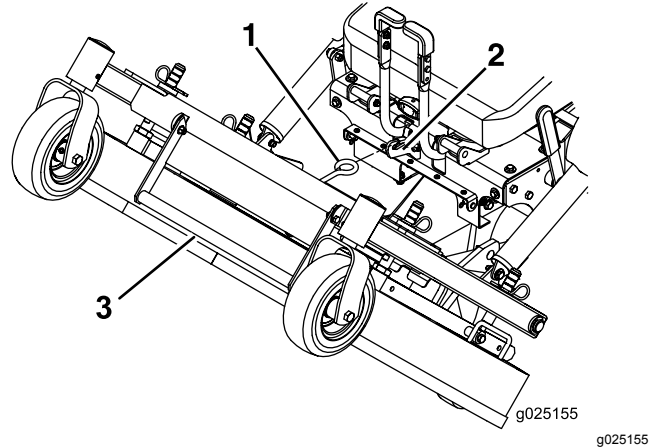

Figura 10
3. Mediante el uso de la barra de elevación de la carcasa, levante la carcasa y engánchela en la posición de Elevada (Figura 10).
1. Sujete firmemente la barra de elevación de la carcasa, desenganche el enganche de la carcasa de corte de la máquina y baje la carcasa lentamente al suelo (Figura 10).